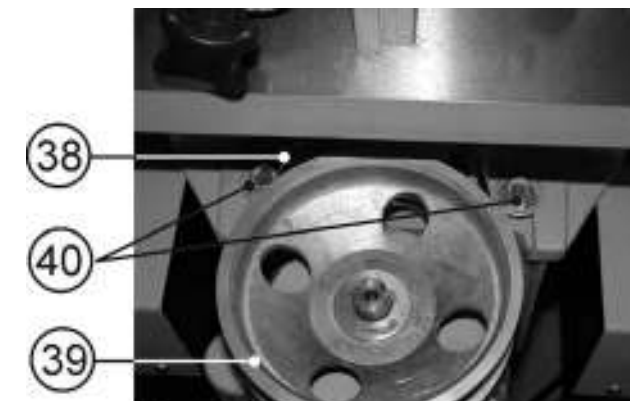

Рис.12
9.1.4. Для увеличения или уменьшения натяжения ремня (38) необходимо ослабить две гайки (40), и соответственно переметить шкив (39) Рис.12. Положение зафиксировать двумя гайками (40).